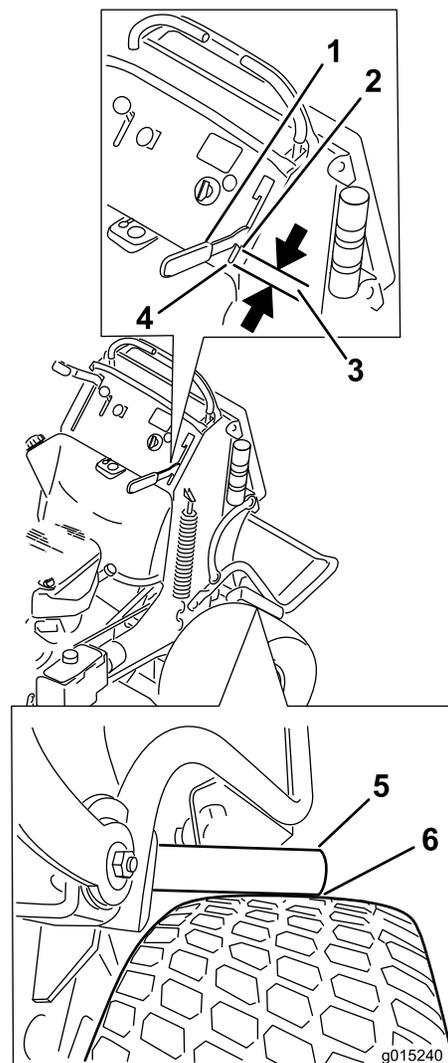

Figura 62
4. Accione la palanca del freno hasta que las barras de freno apenas entren en contacto con el neumático (Figura 62).
5. Mida la distancia que hay entre el borde delantero de la palanca de mano y el final de la ranura del panel de control cuando la barra de freno empieza a tocar el neumático. Esta distancia debe ser de 19 mm. Ajuste el freno si es necesario (Figura 62).